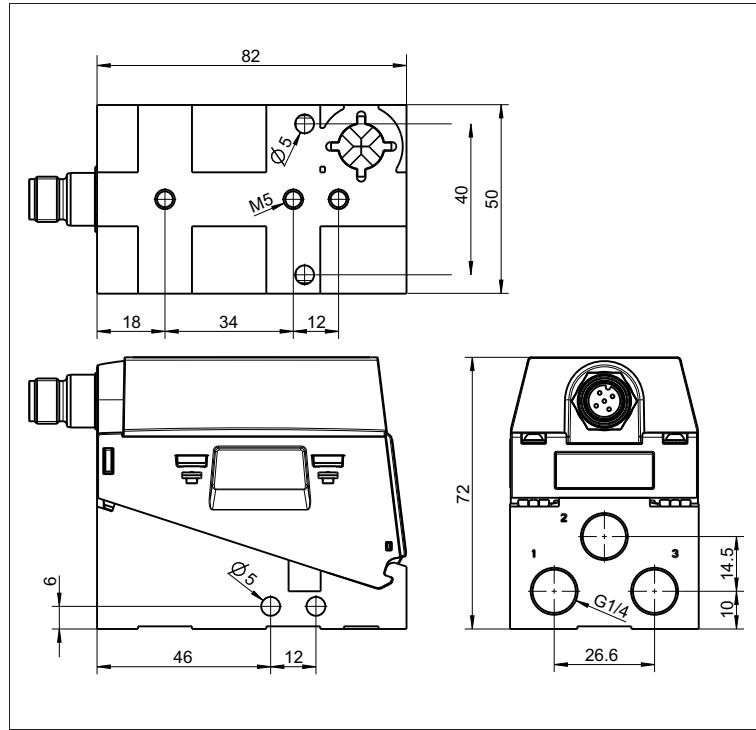

Abb. 4: Maßzeichnung
- Entnehmen Sie die Lochabstände der Maßzeichnung (siehe Abb. 4)